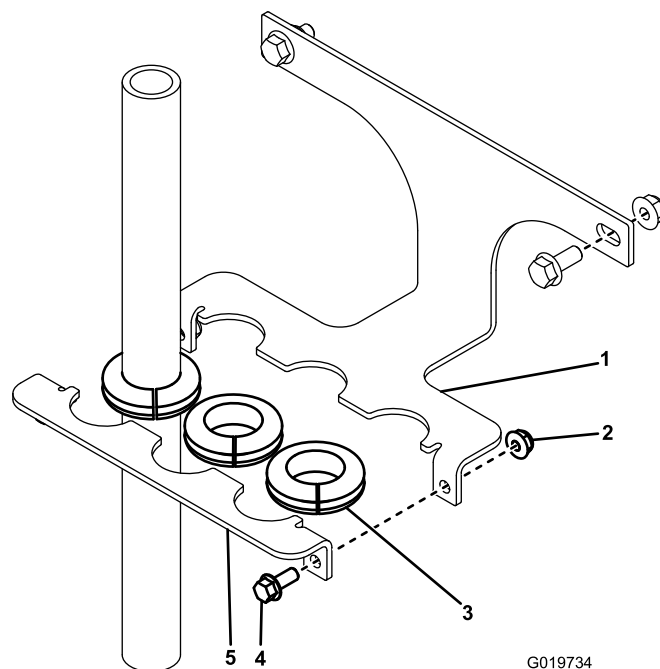

Bild 1
1. Befestigen Sie die Stabilisierungshalterung mit zwei vorhandenen Schrauben und Muttern an der Rückseite der Ventilhalterung (Bild 1).
2. Schneiden Sie die Gummidichtungen auf und wickeln sie um die Schläuche, die am Gerät angeschlossen sind (Bild 1).
3. Fluchten Sie die Gummidichtungen mit den Rillen in den Stabilisierungshalterungen aus; befestigen Sie die Vorderseite der Stabilisierungshalterung mit zwei Bundkopfschrauben und zwei Bundmuttern an der Rückseite der Halterung (Bild 1).